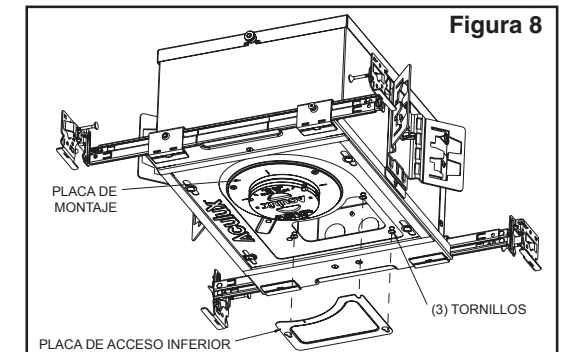

Figura 8
2. Quite la placa de acceso inferior y/o la placa de montaje del accesorio (estos están sujetos por (3) tornillos). (Vea la Figura 8)